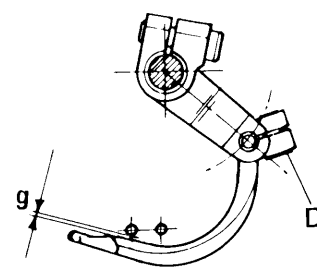
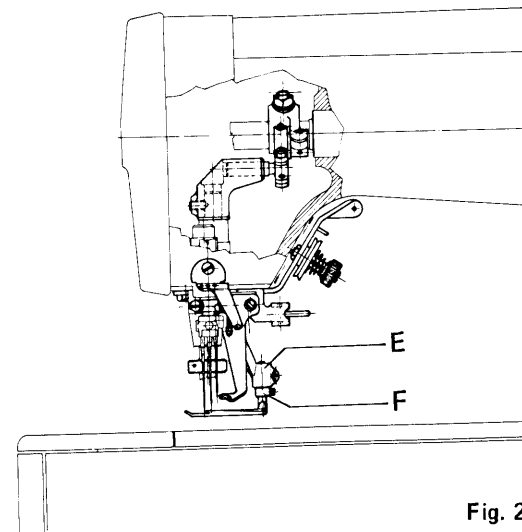

Fig. 20
Fig. 22
3. (quota 'g'). Per ottenere la quota 'g' allentare la vite D (fig. 20) e ruotare il crochet. Far attenzione che l'anello di fermo F sia sempre a battuta contro il porta crochet E (fig. 22).
3. (distance "g") To obtain distance "g", slacken screw D (fig. 20) and turn looper. Make sure that locking ring F is always close up against looper holder E (fig. 22).